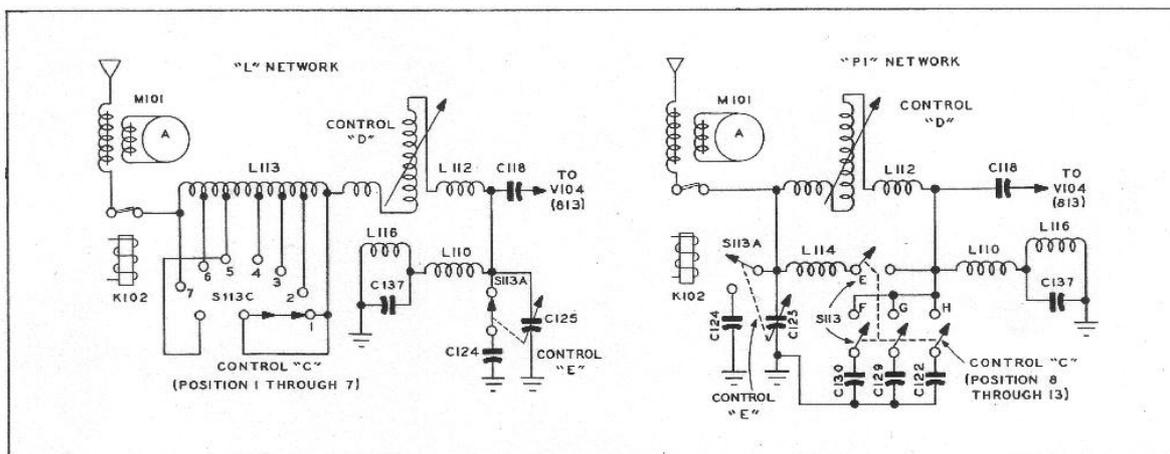

Figure 2.5 – Configurations du circuit de sortie HF ART-13
- l'inductance série est constituée d'un variomètre (actionné par CONTROL D) en série avec la self fixe (L112), sur laquelle une deuxième self fixe (L114) est ajoutée en parallèle (par S113E) lorsque CONTROL C est en position 13. Il convient de noter que, lorsqu'il fonctionne sur des basses fréquences (entre 200 et 1 500 kHz), la plaque du tube de puissance HF est directement amenée vers l'extérieur (sur la borne D à K105, voir Sect. 2.4) sans aucun circuit de sortie. La figure 2.5 montre le réseau de sortie HF dans les configurations L et Pi.